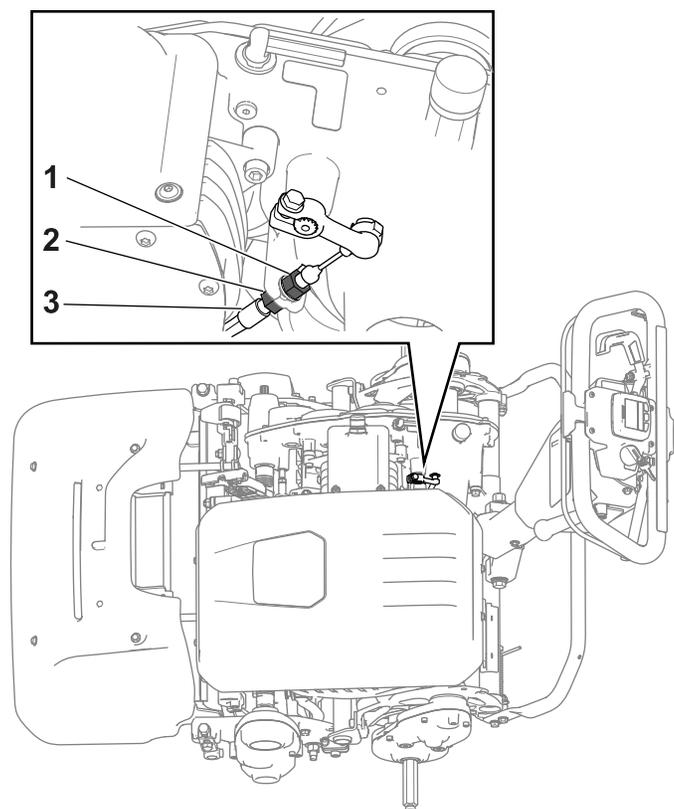

Figure 27
- Pour augmenter la tension du câble, desserrez l'écrou de blocage avant et serrez l'écrou de blocage arrière (Figure 27). Répétez l'opération 2 et ajustez la tension au besoin.
de blocage avant (Figure 27). Répétez l'opération 2 et ajustez la tension au besoin.